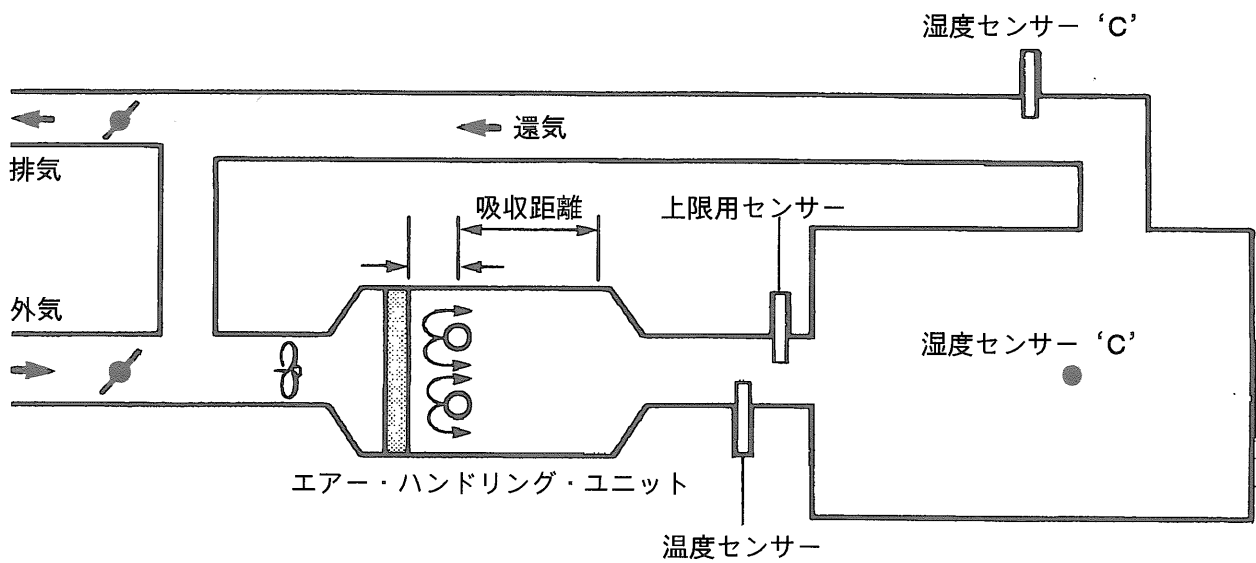

図 17.
上限ヒューミディスタット（通常90%に設定）は、加湿器の2次側2～3mに設置します。これは、メイン制御ヒューミディスタットが故障あるいは機能不全になった時、システムが飽和状態になることを防ぎます。ダクト供給からオープン・エリアに加湿の場合、主湿度センサーはオープン・エリアに設置します。図17、'C'参照。
1. 加湿器に供給される蒸気は出来る限りドライであるよう十分に気水分離されていなければなりません。加湿器の直前1次側配管にはドレンの溜まる窪みが有ってはなりません。また主管の上部から枝管を取って下さい。(図17参照)